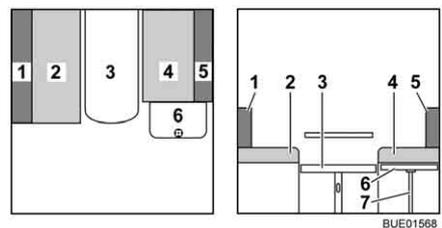

Fig. 96 Durante la transformación
- Introducir el apoyo (Fig. 96,7) en el alojamiento en la prolongación del armazón de la cama.
- Quitar el cojín del respaldo (Fig. 96,5) y ponerlo a un lado.
- Colocar el cojín adicional (Fig. 97,8) sobre la prolongación del armazón de cama (Fig. 96,6).